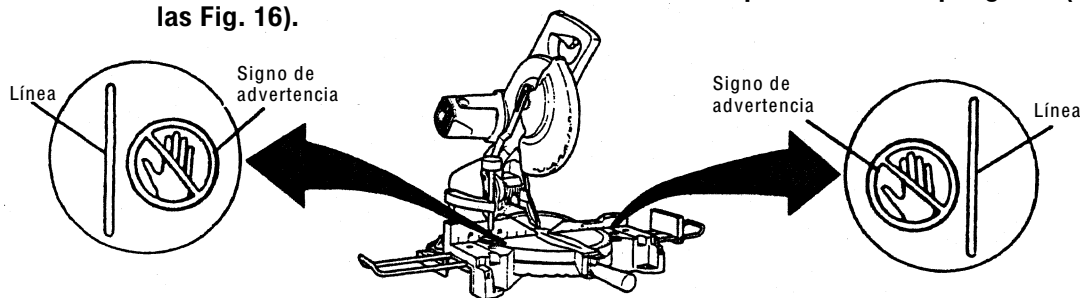

Fig. 16
* No coloque nunca sus miembros dentro de la línea cerca del signo de advertencia mientras está utilizando la herramienta. Esto podría resultar peligroso (consulte las Fig. 16).